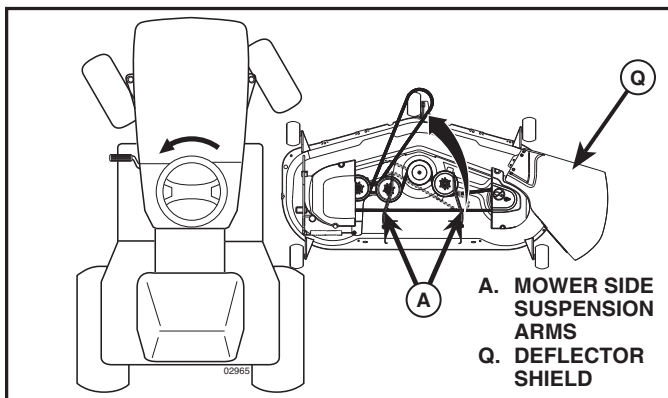

Fig. 6
4. SLIDE MOWER UNDER TRACTOR (See Fig. 6)